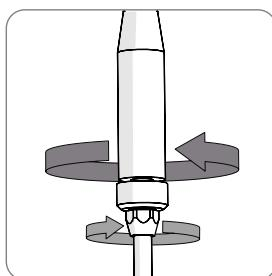

Fig 2
- Serrare completamente e manualmente il dado per tirare le due parti della lancia insieme. (**Fig. 2**)